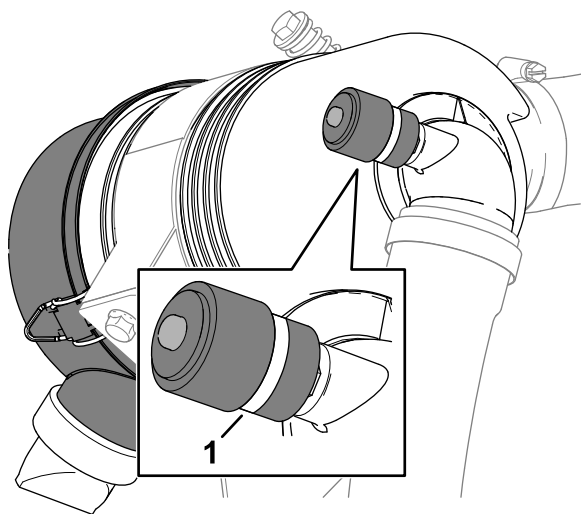

**Figura 72**
3. Compruebe el indicador de mantenimiento en el extremo de la carcasa del filtro de aire (Figura 72).